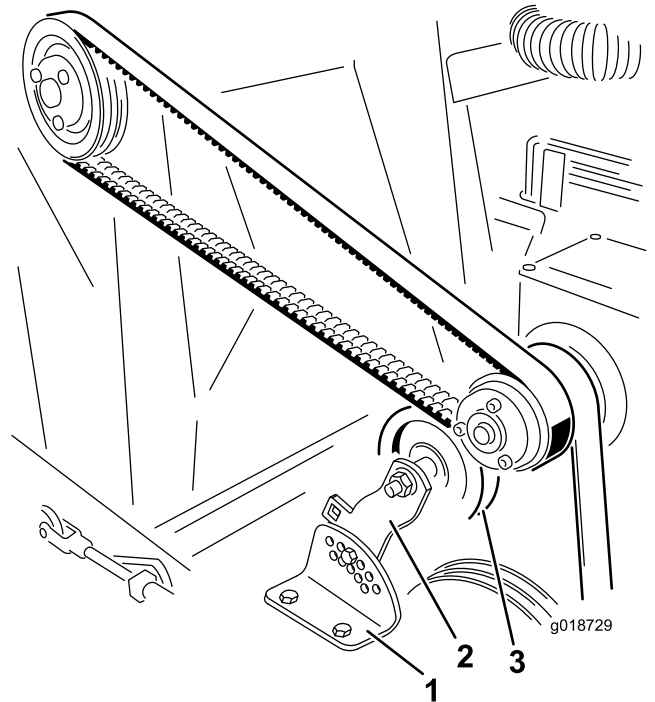

図 23
2. アイドラプーリのブラケットをテンション調整ブラケットに固定しているナットとボルトを外す図 23。